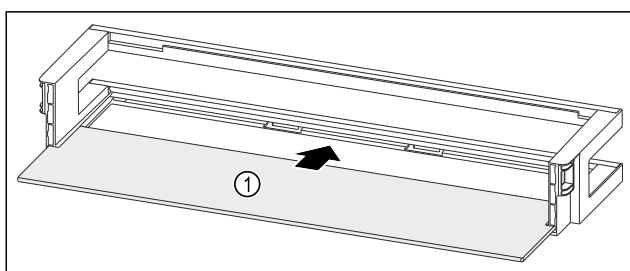

Fig. 164 Rafti i derës me raft mbajtës
- Futni raftin mbajtës Fig. 164 (1) në fole të anësore.